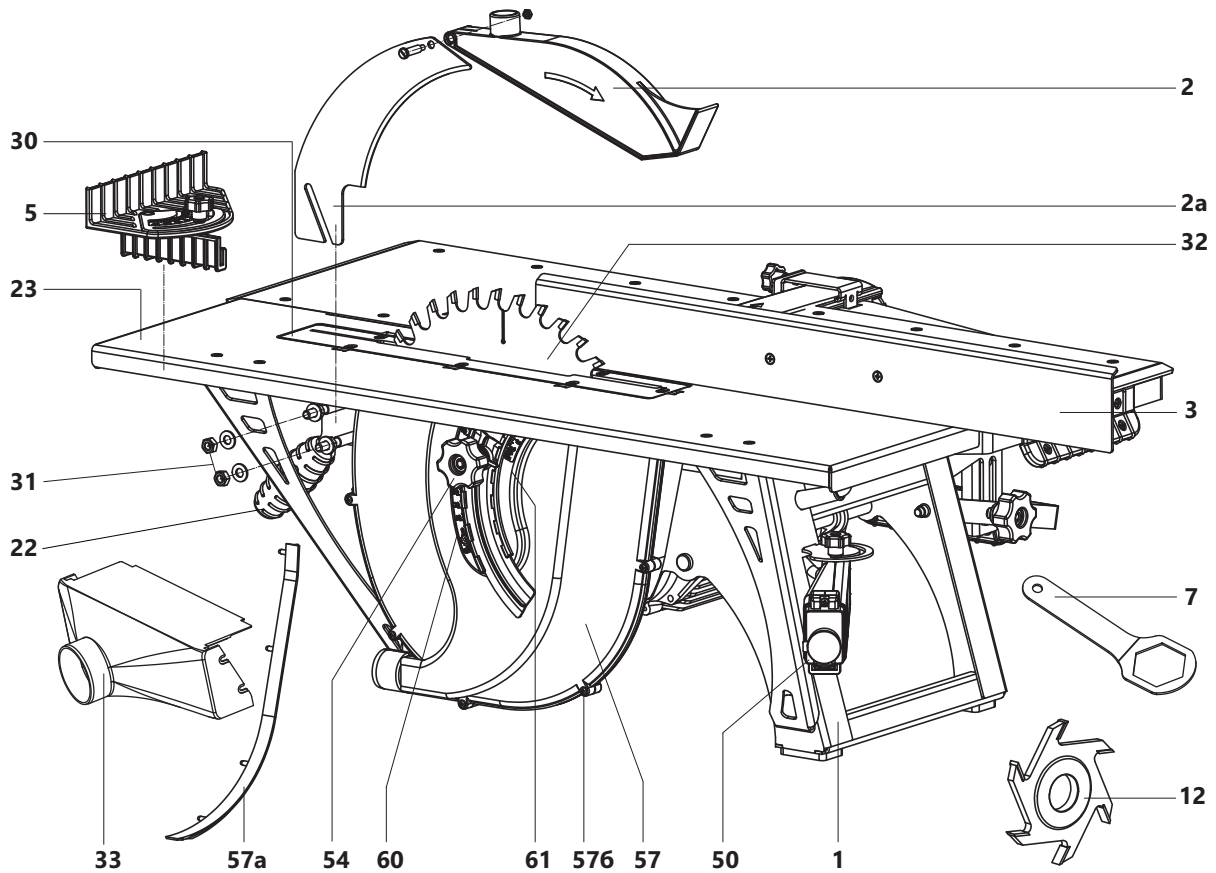

Рис. 1
- патрубок диаметром 63 мм на кожухе для удаления стружки при строгании 33 (рис. 1);
- патрубок диаметром 38 мм на кожухе пильного диска 57 (рис. 1);
- патрубок диаметром 28 мм на ограждении пильного диска 2 (рис. 1).